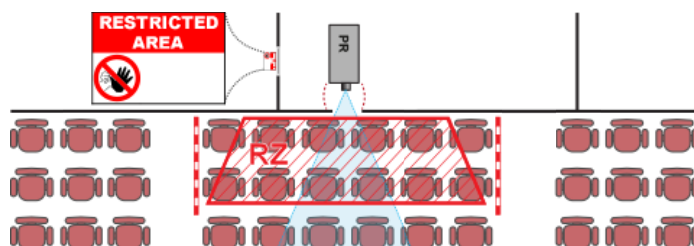

Abbildung 1-3
Abbildung 1-3 zeigt eine typische Einrichtung. Es muss verifiziert werden, dass diese Mindestanforderungen erfüllt sind. Ggf. muss eine Sperrzone (RZ) am Veranstaltungsort eingerichtet werden. Hierzu kann eine physische Absperrung, z. B. ein rotes Seil, wie in Abbildung 1-3 gezeigt verwendet werden.